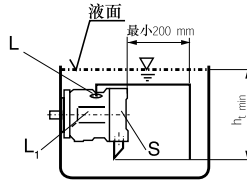

图 3
a) 当油箱的最低液面在泵顶端之上，则“L1”口堵，“L”和“S”可开放并接管（见图3）。